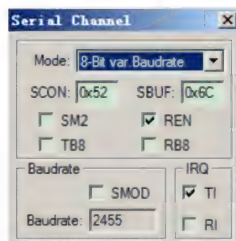

图 4.32 串口状态观察窗口
- 串口：串口状态观察窗口如图 4.32 所示。窗口中 Mode 栏用于选择串行口的工作方式，利用其下拉列表很容易选择串口的工作方式。选定工作方式后相应的特殊工作寄存器 SCON 和 SBUF 的控制字也显示在窗口中。通过对特殊控制位 SM2、REN、TB8、RB8、TI 和 RI 复选框的置位和复位操作，很容易实现对单片机内部串行口的仿真。Baudrate 栏用于显示串行口的工作波特率，SMOD 位置位时将使波特率加倍，IRQ 栏用于显示串行口的发送和接收中断标志。